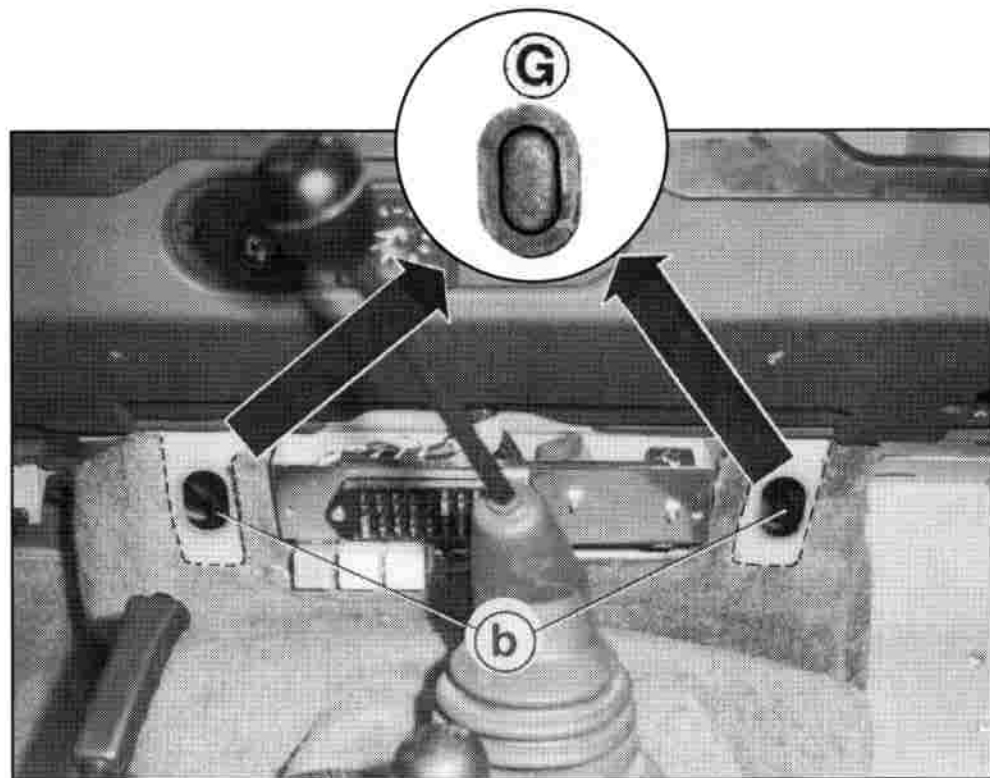
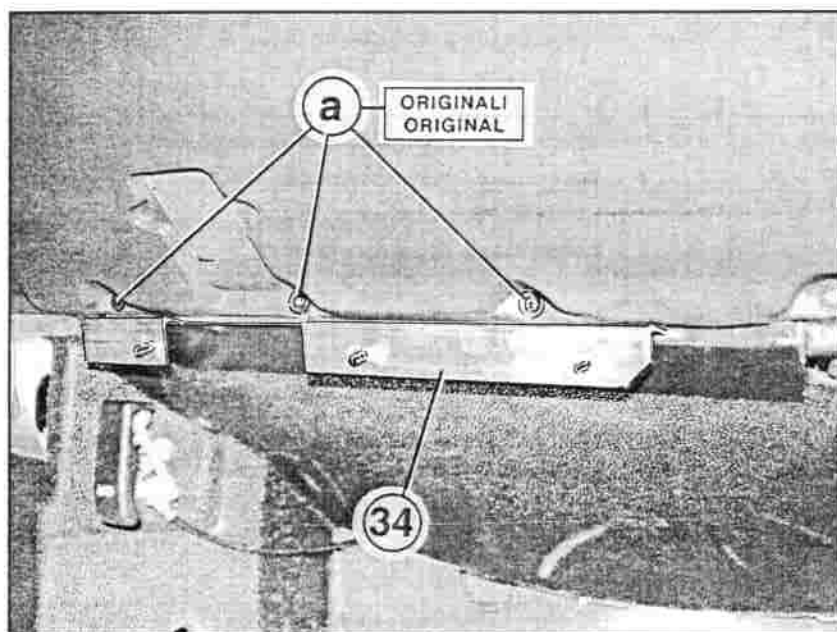

FIG. 14
FIG. 15
Prima dell'installazione dell'evaporatore «48» è necessario dirigere i cavi elettrici (dell'impianto elettrico predisposto sull'evaporatore) sull'altro lato del tunnel centrale e portarli all'esterno attraverso il foro sinistro «b» del paraframma (vedi fig. 14) e sigillare con gommino «G» predisposto sull'impianto elettrico. Montare il gruppo evaporante fornito «48» sottopancia lato passeggero, fissandolo superiormente ai prigionieri predisposti sul supporto «34» installato come descritto nella fig. 15 mediante rondelle e dadi autobloccanti forniti pos. 57-58 di fig. 3. Dirigere il cavo «BIANCO» «y» del cablaggio evaporatore verso il gruppo relai-fusibili originale (vedi fig. 21).
Avant la pose de l'évaporateur «48» il est nécessaire de diriger les fils électriques (du faisceau électrique situé sur l'évaporateur) sur l'autre côté du tunnel central et les diriger vers l'extérieur, à travers le trou gauche «b» du pare-feu (voir fig. 14) et obturer avec la pièce en caoutchouc «G» située sur le faisceau électrique. Monter le groupe évaporateur fourni «48» sous la planche de bord côté passager, en le fixant supérieurement aux prisonniers prédisposés sur le support «34», installé comme décrit sur la fig. 15, à l'aide des rondelles et des écrous autobloquants fournis, pos. 57-58 de la fig. 3. Faire aller le câble «BLANC» «y» du câblage évaporateur vers le groupe relai-fusibles original (voir la fig. 21).
Before installing the evaporator «48» run the electrical wires (of the evaporator electrical system) on the other side of the central tunnel, pass them through hole «b» in the firewall (see Fig. 14) and to the outside. Seal the hole with rubber lead «G» found on the electrical system. Mount the supplied evaporating unit «48» under the dashboard on the passenger's side. Secure it from above to the studs found on support «34» which was installed as described in fig. 15. Secure with the washers and self-locking nuts (pos. 57-58 in fig. 3). Take the evaporator wiring «WHITE» cable «y» to the original relay fuses assy (see fig. 21).
Vor dem Einbau des Verdampfers «48» ist es notwendig die Kabel der elektrischen Anlage (der elektrischen Anlage am Verdampfer) zur anderen Seite der Konsole zu führen und diese durch linke Bohrung «b» des Flammsschotts nach außen zu leiten (siehe Abb. 14) und mit dem an der elektrischen Anlage vorhandenen Gummistöpsel abdichten. Verdampfergruppe «48» unter der Instrumententafel auf der Beifahrerseite einbauen und oberhalb an Gewindestifte, die auf der Halterung «34» entsprechend der Abb. 15 mit U-Scheibe und selbstsperrenden Muttern Pos. 57-58 der Abb. 3 eingebaut sind, befestigen. Das «WEISSE» Kabel «y» der Verdampferverkabelung zur Original-Relais- und Schmelzsicherungsgruppe bringen (siehe Abbildung 21).
Antes de la instalación del evaporador «48» es necesario dirigir los cables eléctricos (de la instalación eléctrica predispuesta en el evaporador) sobre el otro lado del tunnel central y llevarlos al externo a través del orificio izquierdo «b» del parafruego (véase fig. 14) y sigilar con goma «G» predispuesta en la instalación eléctrica. Verdampfergruppe «48» unter der Instrumententafel auf der Beifahrerseite einbauen und oberhalb an Gewindestifte, die auf der Halterung «34» entsprechend der Abb. 15 mit U-Scheibe und selbstsperrenden Muttern Pos. 57-58 der Abb. 3 eingebaut sind, befestigen. Das «WEISSE» Kabel «y» der Verdampferverkabelung zur Original-Relais- und Schmelzsicherungsgruppe bringen (siehe Abbildung 21).